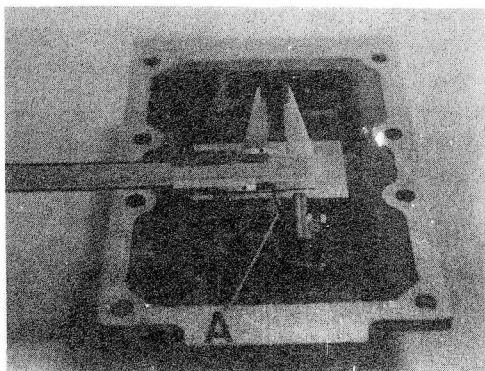

Fig. C1-73 Regulación tornillo tope
- 3.2. Una vez posicionado el muelle en el eje, se roscará el tornillo de regulación, de forma que éste sobresalga 9 mm (Fig. C1-73).